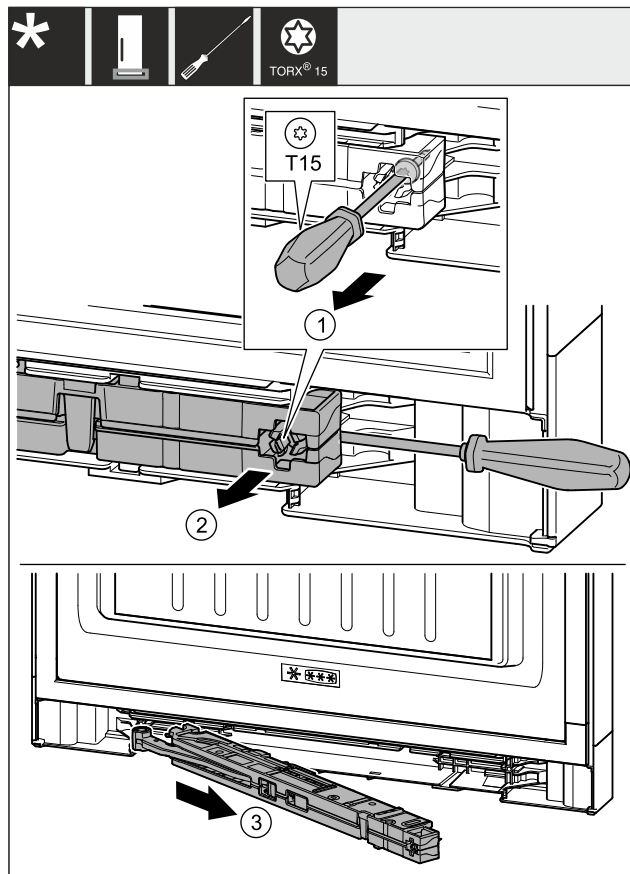

Fig. 7
- ▶ Con il cacciavite T15, allentare la vite sull'unità ammortizzatore di chiusura di ca. 14 mm. Fig. 7 (1)
- ▶ Con il cacciavite dal lato della maniglia spostarsi dietro l'unità dell'ammortizzatore di chiusura. Ruotare l'unità in avanti. Fig. 7 (2)
- ▶ Estrarre l'unità. Fig. 7 (3)